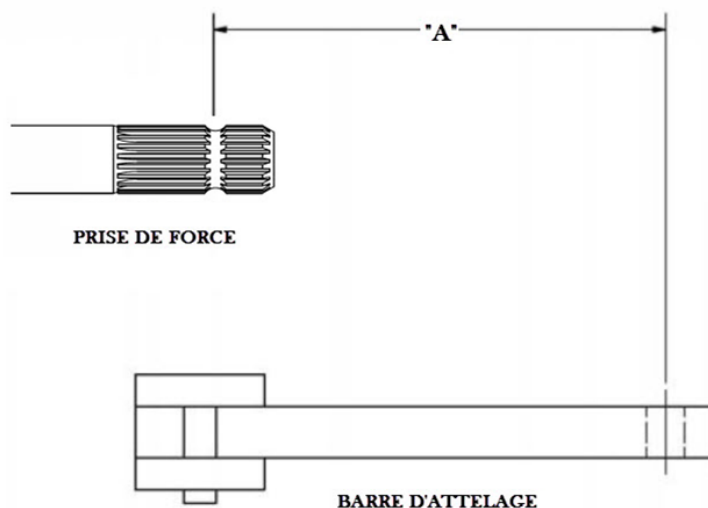

Figure 10 - Position de la barre d'attelage
1. Placez la barre d'attelage du tracteur de façon à ce que l'axe du trou d'attelage de la barre se trouve à une distance adéquate de l'extrémité de l'arbre de prise de force (voir Tableau 7 et Figure 10).